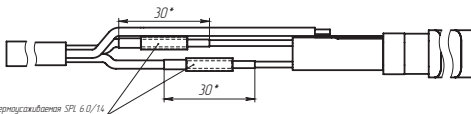

Рис. 5
5.5 Усадить с помощью воздушного термопистолета ($T=350\text{ }^{\circ}\text{C}$) трубки SPL 6,0/1,4 (30 мм) на соединители TS6 (рис. 5).